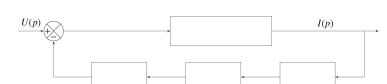

FIGURE 2 – Schéma-blocs
**Question 2** Compléter alors le schéma-blocs du moteur dans Figure 2. On précisera la grandeur associée à chaque lien.